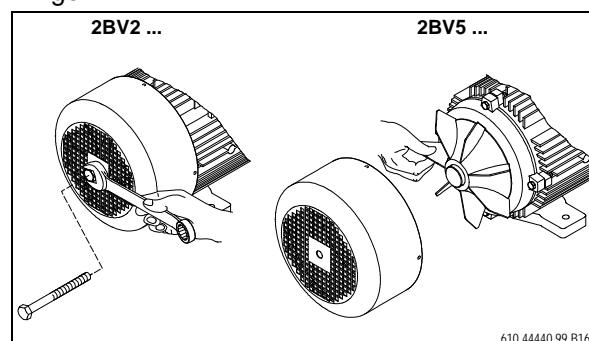

Fig. 15: Welle drehen
- Währenddessen die Welle gelegentlich in Drehrichtung drehen (Fig. 15, Seite 24).